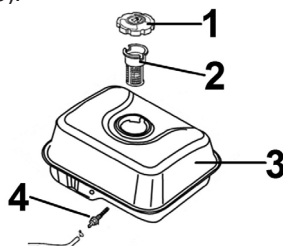

Рис. 16 Топливные фильтры
В топливном баке установлены два сетчатых топливных фильтра. Один фильтр устанавливается в заливной горловине топливного бака. Второй фильтр конструктивно объединен со штуцером топливного бака и установлен внутри бака (Рис. 16).
3. Выкрутите из топливного бака выходной штуцер (Рис. 16 п. 4) и произведите его очистку. Внимательно осмотрите сетчатый фильтр. При обнаружении механических повреждений замените штуцер топливного бака.